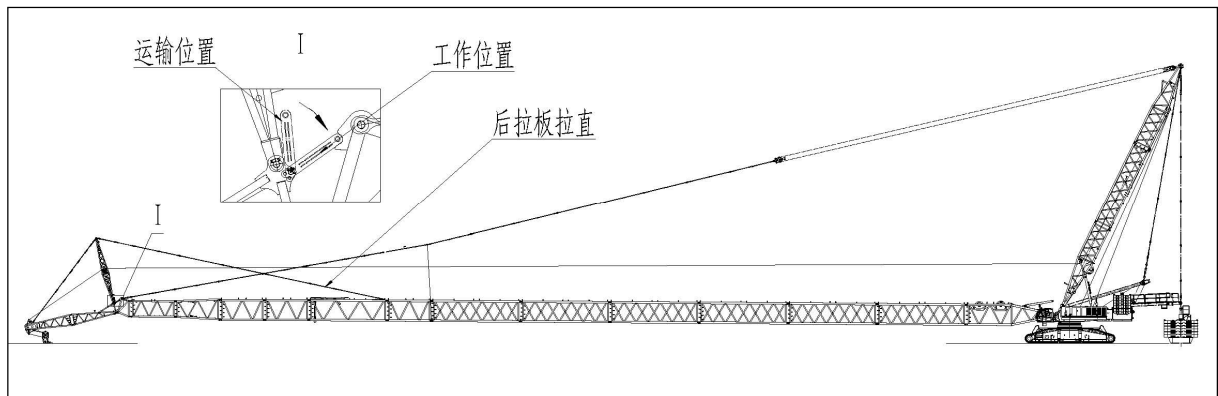

图 2.19.1
- 用超起变幅装置扳起主臂，当固定副臂臂头离开地面，同时撑架后拉板拉直时，将防后倾装置从运输位置调整到工作位置（图 2.19.1）。
- 用超起变幅装置将主臂起升到作业位置（图 2.19.1）。